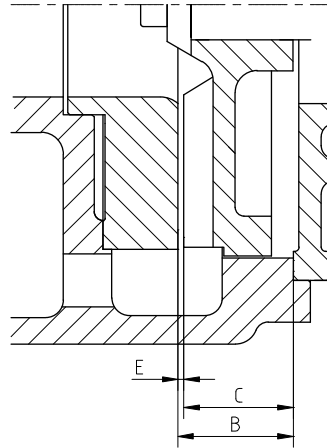

Figura 12: Espaço entre o impulsor e a placa de desgaste, FRE - grupo de rolamento 1.
- 2 Meça a distância B entre a placa de desgaste e a caixa da bomba. Consulte a figura 12.
- 3 Meça a distância C entre o impulsor e a cobertura intermédia. Consulte a figura 12.